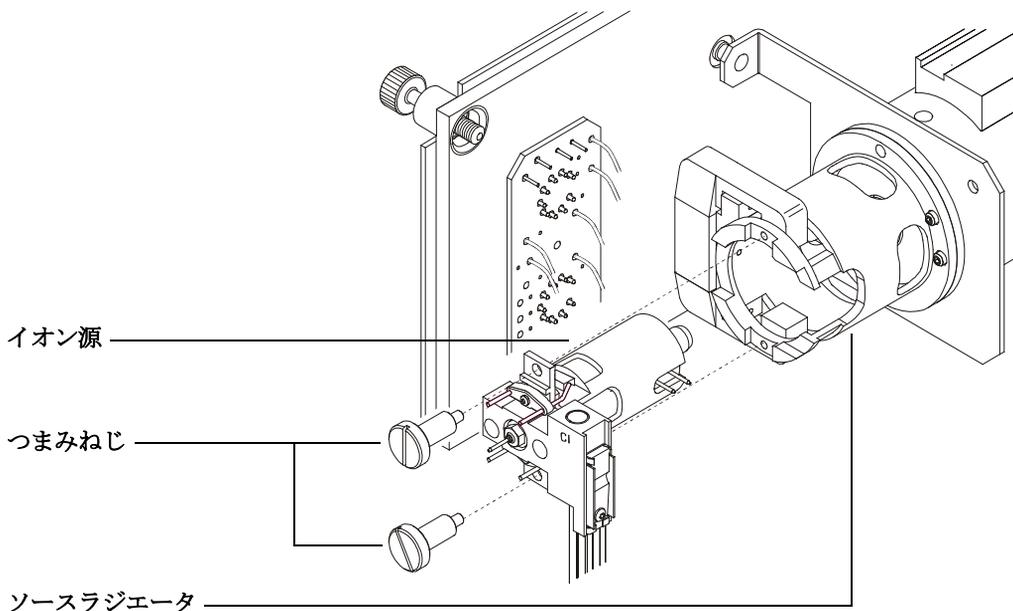

図 32 CI イオン源の取り付け
- 4 つまみねじを再び取り付けます (図 32)。
- 2 CI イオン源の次の部品を洗浄のために集めます。(図 32)